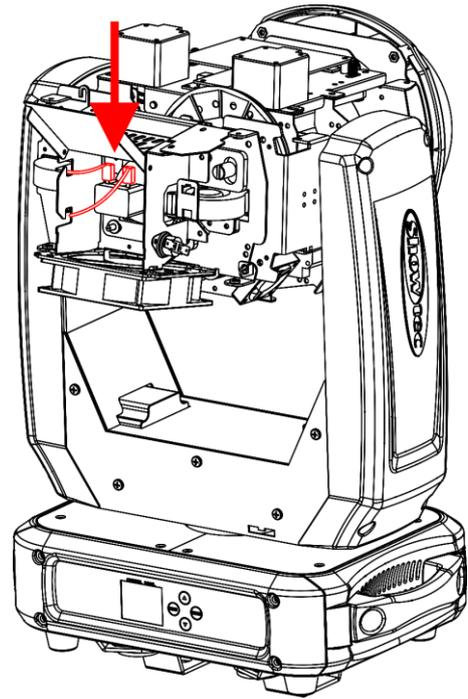

Abb. 20
- 04) Trenn Sie die 2 Kabel von den Lampenanschlüssen (Abb. 20).